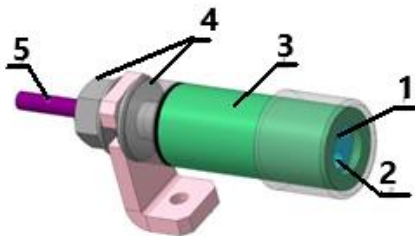

Рис. 4.1
4.1. Общий схематический вид датчика приведён на рис.4.1.
На рис.4.1 приняты следующие обозначения:
- 5.4. Установить датчик на машине при помощи гаек на корпусе датчика (поз.4 рис.4.1). Установка датчика на машину может производиться при помощи штатива с магнитным прихватом. Запрещается крепить датчик за счёт прижима его корпуса к машине струбциной и т. п.